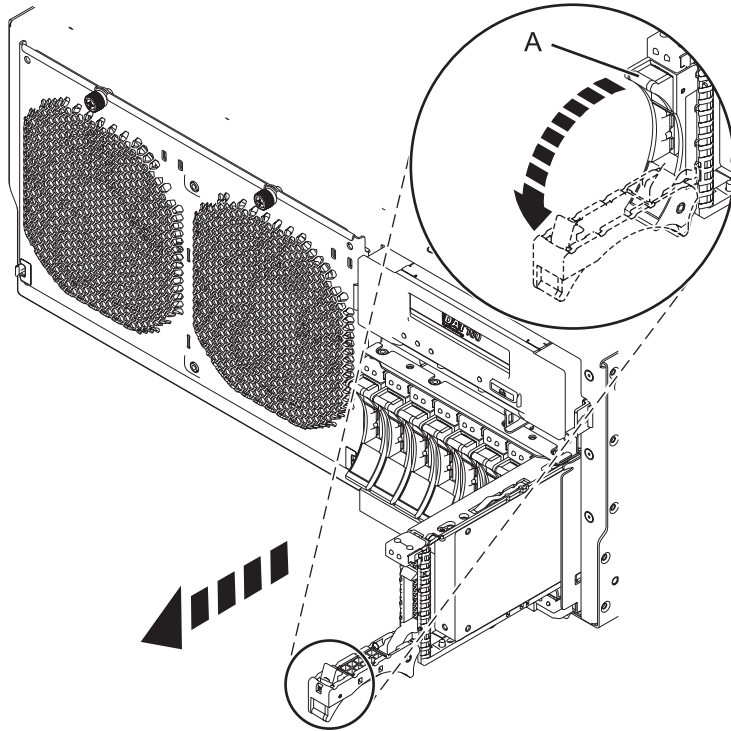

Figure 19. Retrait d'une unité de disque du système
1. Déverrouillez la poignée de l'unité en appuyant dessus et en la tirant vers vous (voir figure 19, à la page 34). Si la poignée n'est pas complètement sortie, vous ne pouvez pas retirer l'unité de disque ou l'unité SSD de l'unité centrale ou de l'unité d'extension.